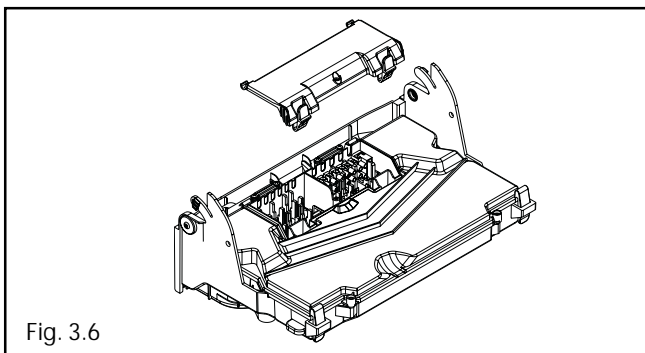

Fig. 3.6
- aprire il coperchietto morsettiere agendo sui ganci di tenuta (fig. 3.6).